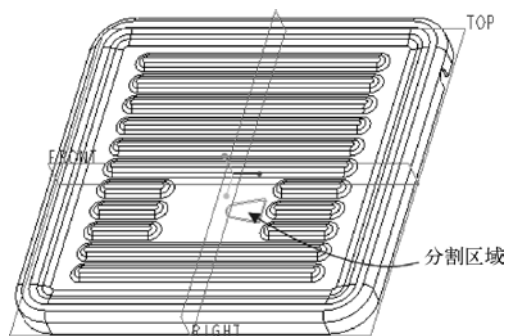

图 5-133 创建一处分割区域后的模型视图效果
(4) 在“分割区域”选项卡中单击  图标旁的 （更改草绘的投影方向）按钮。
(5) 在“分割区域”选项卡中单击 （完成）按钮，从而完成分割区域的定义。按〈Ctrl+D〉快捷键，此时模型视图效果如图 5-133 所示（图中以“消隐”显示样式显示模型）。